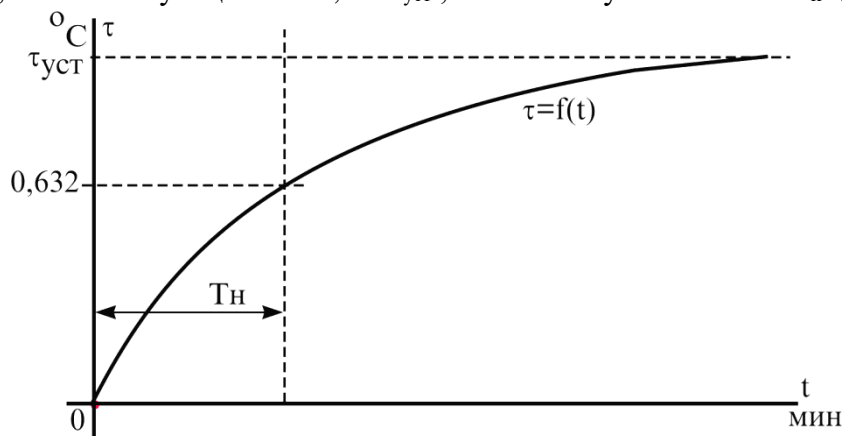

Рисунок 12.3. Кривую нагрева электродвигателя
2.4.2. Время, соответствующее  $\tau = 0,632\tau_{уст}$ , соответствует величина  $T_n$  (рис.12.3).